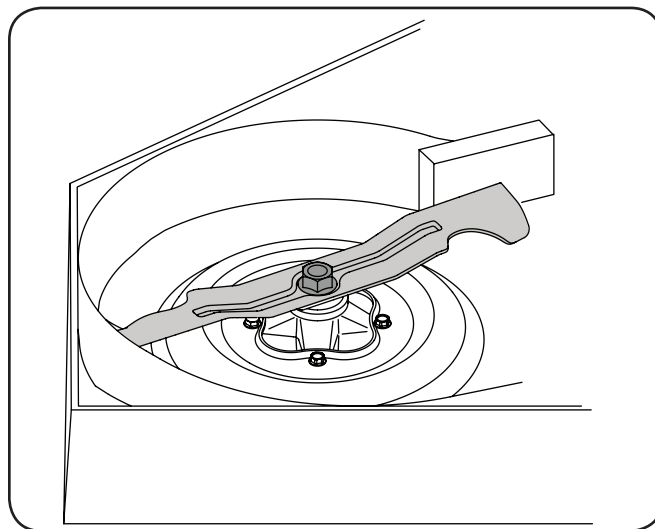

Figura 7-10
2. Use una llave de $\frac{15}{16}$ " para sostener la tuerca hexagonal en la parte superior del conjunto del husillo cuando afloje la tuerca hexagonal que fija la cuchilla. Se puede colocar un bloque de madera entre el alojamiento de la plataforma y el borde de corte de la cuchilla para ayudar a aflojar la tuerca hexagonal que fija la cuchilla. Vea la Figura 7-10.